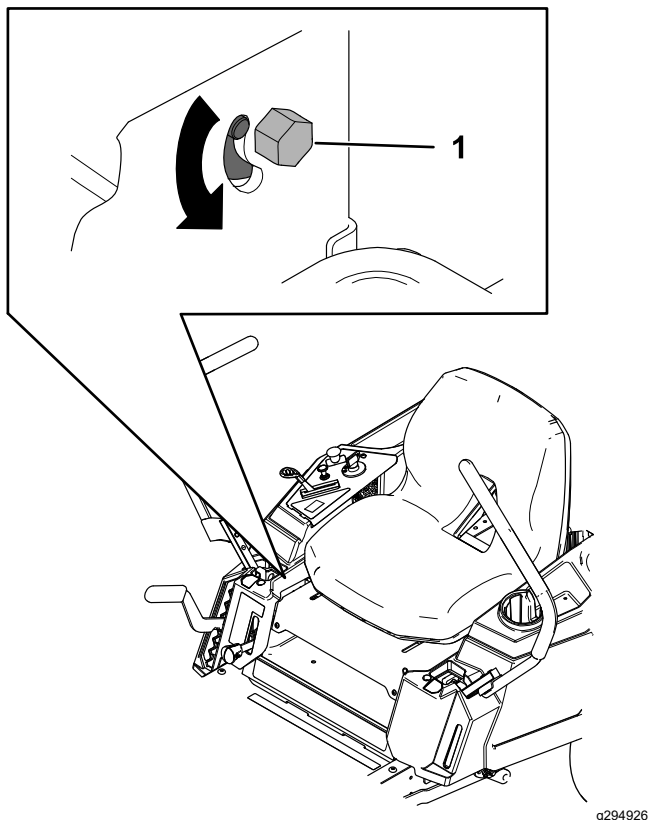

Figura 55
3. Localizai urubul de reglare a direcției de lângă maneta de control al micării pe partea care trebuie efectuată reglarea (Figura 55).